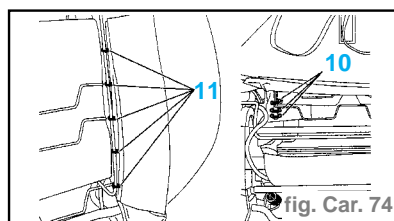

fig. Car. 74
- Couper les agrafes (10) (fig. Car. 74).
- Couper les agrafes de retenue (11) côté